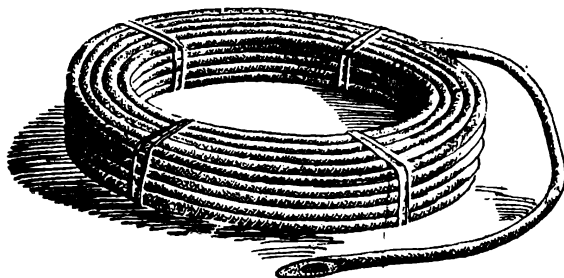

Рис. 3. Бикфордов шнур в круге
15. Бикфордов (огнепроводный) шнур (рис. 3) состоит из слабо спрессованной пороховой сердцевины, через которую пропущены две направляющие бумажные нити, и льняной или джутовой оболочки, покрытой мастикой.